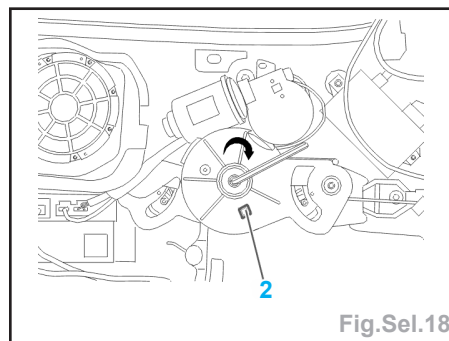

Fig.Sel.18
- Verrouiller le mécanisme à l'aide d'un clip (2) (Fig.Sel.18).
- Retirer le clip (2) (Fig.Sel.18).